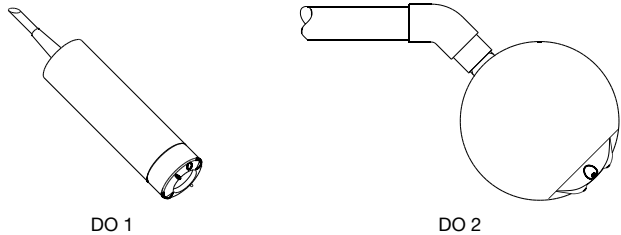

Fig. 14: Posición de los sensores DO durante el ajuste
- Mantener el sensor hacia abajo en el aire atmosférico (como en la fig. 14) hasta que el valor medido se estabilice en el DULCOMETER® D1C. En la mayoría de los casos es suficiente un tiempo de ajuste de 2 min.